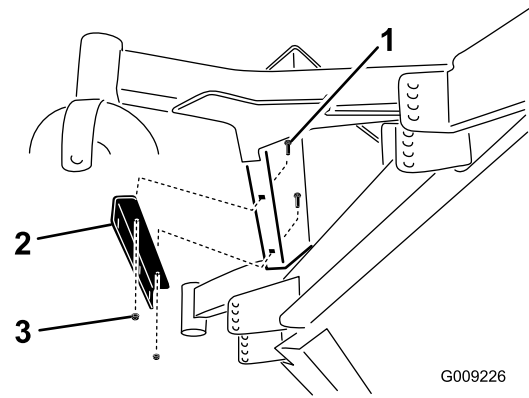

Figura 33
4. Instale el soporte de los contrapesos debajo del reposapiés con 2 pernos de cuello cuadrado ($\frac{5}{16}$ " x $\frac{3}{4}$ ") y 2 tuercas con arandela prensada ($\frac{5}{16}$ "), según se muestra en Figura 33.